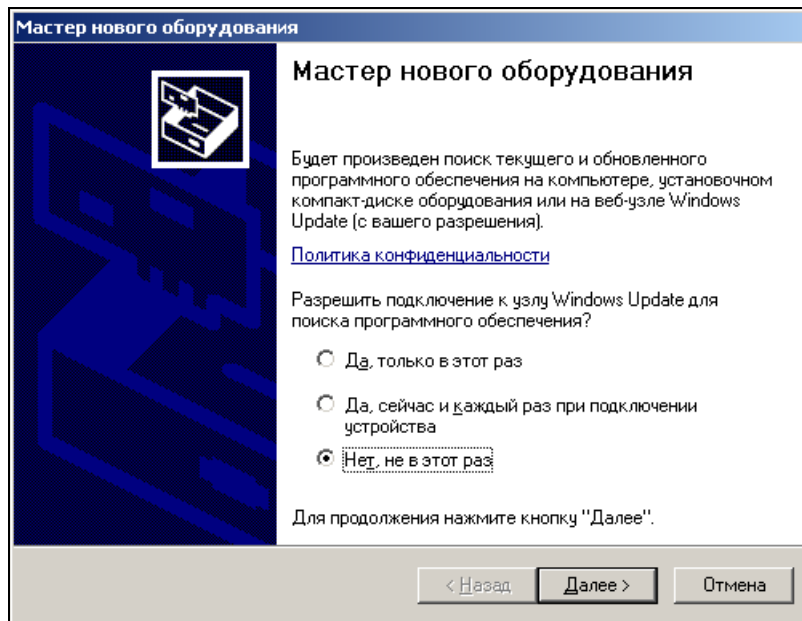

Рис. 4. Окно мастера нового оборудования
1. Вставьте штекер USB-кабеля от ридера в гнездо USB компьютера. Операционная система обнаружит новое оборудование «Uniflex-II» и предложит установить драйвер. На экране компьютера появится окно мастера нового оборудования (см. Рис. 4).